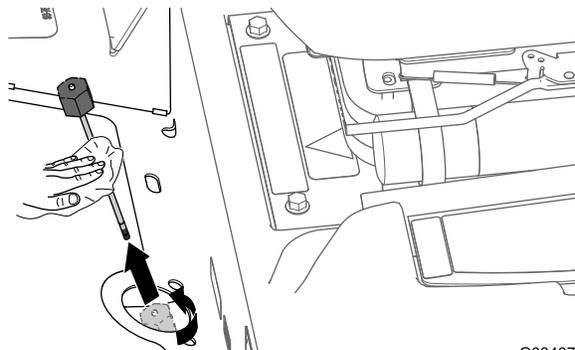

図 83
2. トランスアクスルの補給口についているディップスティック付きキャップ 図 83 をゆるめてディップスティックを抜き取り、ウェスできれいに拭う。